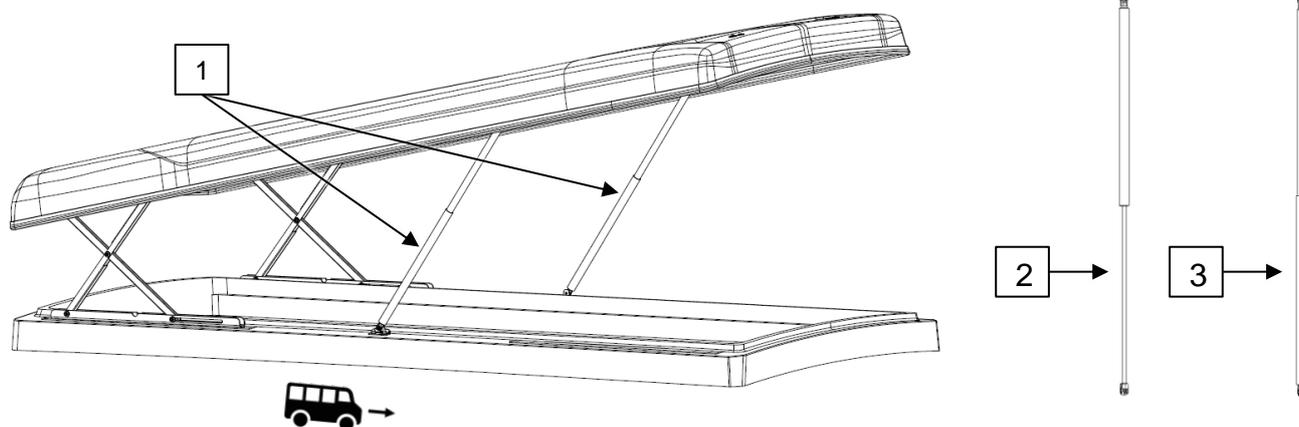

Abb. 5-2: Außenansicht Schlafdach [G0001549]
- Dach aufstellen und Gasfedern (s. Abb. 5-2, 1) einhängen (Schutzrohr nach unten).
- **Beim Einhängen ist darauf zu achten, dass die Kolbenstange (2) (von dem Schutzrohr (3) abgedeckt) nach unten zeigt!**
- Hierzu zunächst die Spalte vollständig mit Klebstoff füllen (s. Abb. 5-2, 1)
- Anschließend die Naht mit einem Fugenglätter in Kombination mit Sika Abglättmittel N oder einer Seifenlauge glattziehen (2)